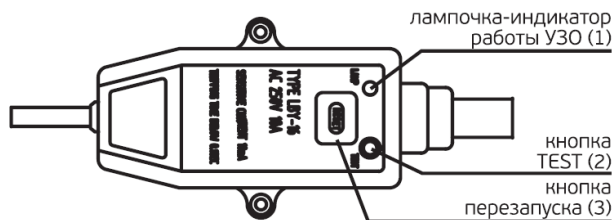

Рисунок 5
4. На входной патрубок, обозначенный голубым цветом и стрелкой направления течения воды, накрутите предохранительный клапан так, чтобы течение воды совпадало с направлением стрелки на корпусе клапана. На отверстие сброса давления предохранительного клапана (см. рисунок 5) оденьте дренажную трубку для отвода воды (возможно появление при нагревании) в канализацию (трубку необходимо направить строго вниз и запрещено перегибать её).